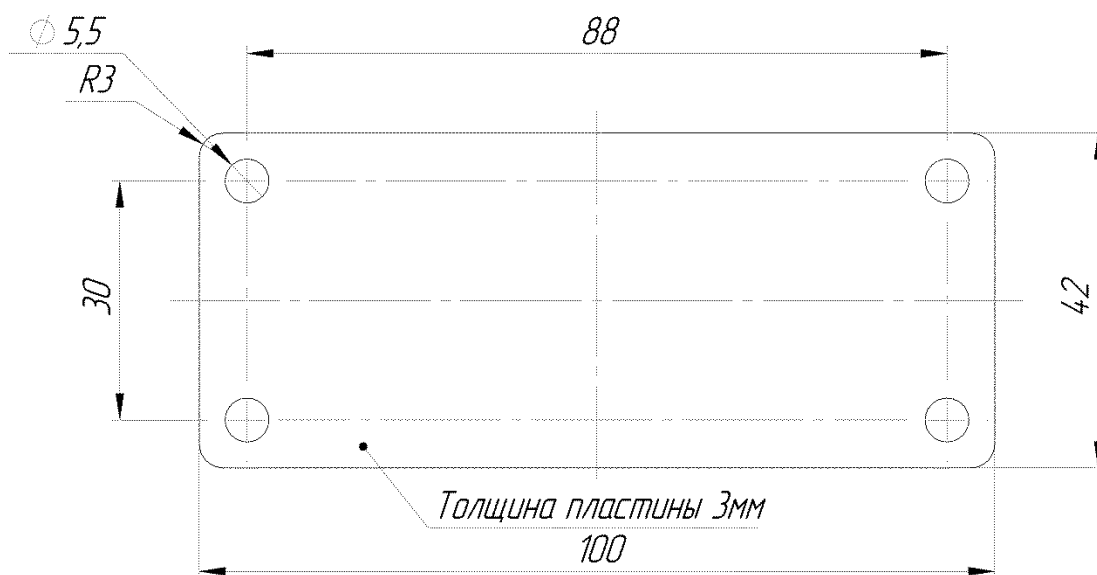

Рисунок 1.7. Установочная площадка «Заря-УК-4.2» (БМКЦ.301568.004.2).
2.4.2. Установить крепежную площадку узла крепления (соответствующую рис. 1.7), совместив ее отверстия с крепежными болтами, установить шайбы и затянуть колпачковые гайки с усилием 10 Н.